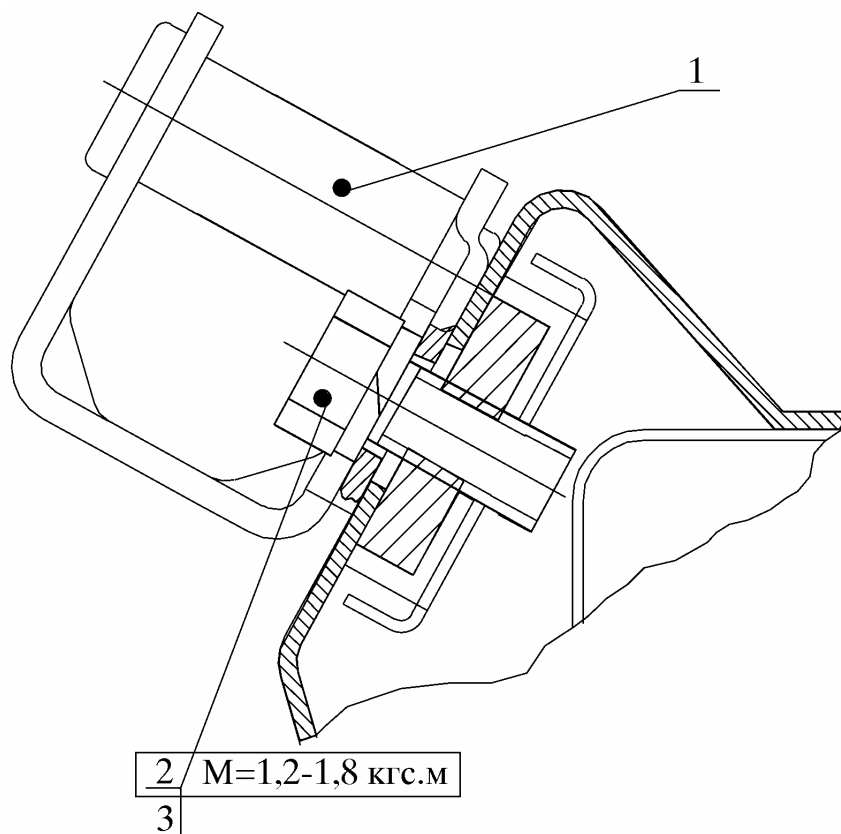

Рис. 26. Установка защелки замка багажника:
3) два болта 2 (рис. 26) крепления защелки 1 замка багажника затянуть с моментом от 11,8 до 17,6 Н.м (1,2 - 1,8 кгс.м)